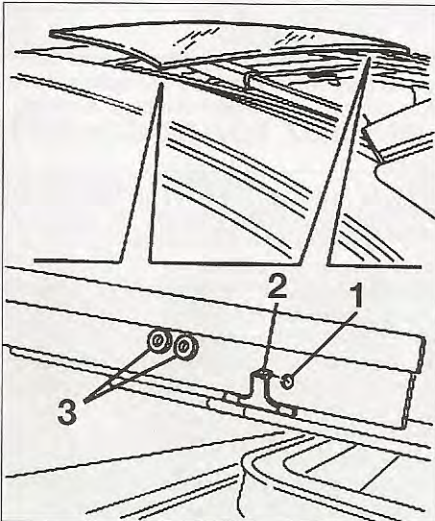
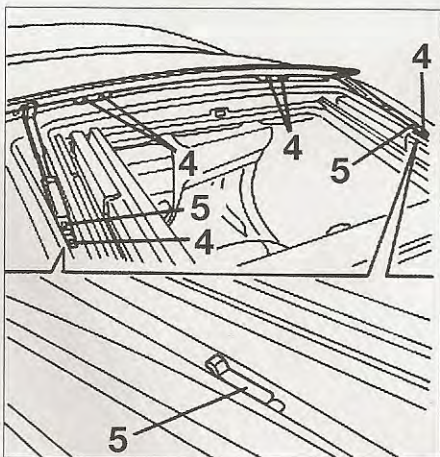

FIG. 56
FIG. 57
- En ambos lados del techo corredizo, separar de los orificios (1), los topes de los patines (2) (fig. 56).
- Desmontar los 2 tornillos de fijación (3) del techo deslizante sobre los patines.
- Desmontar los tornillos de fijación (4) del becquet (fig. 57).